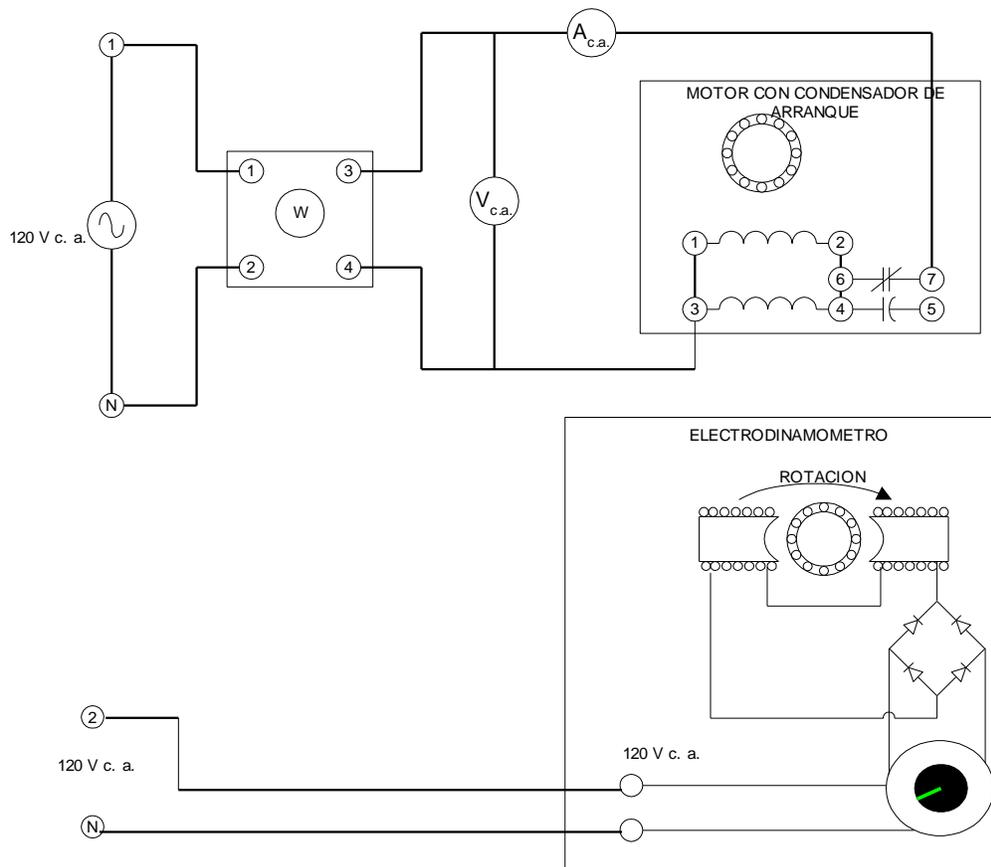

Figura 1
1.- Conecte el circuito de la figura 1.